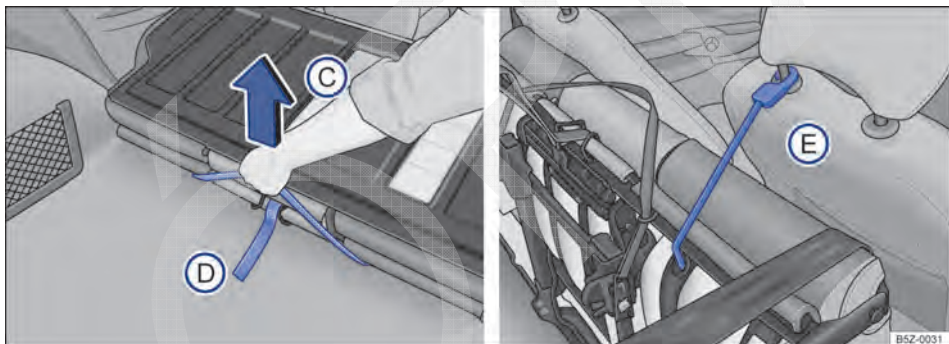

Fig. 78 Banco traseiro: alça para destravamento do conjunto do assoalho (C); cinta elástica vermelha para fixação na haste do apoio para cabeça (D).
- Puxar a alça preta ⇒ Fig. 78 © para destravar o conjunto do assoalho e, ao mesmo tempo, levantar **cuidadosamente** na direção dos bancos dianteiros.
- Localizar a cinta elástica vermelha alojada na parte inferior do assento do banco e, encaixar o gancho dessa cinta na haste do apoio para cabeça do banco do passageiro ⇒ Fig. 78 (E), imobilizando o conjunto.
- Soltar o gancho da cinta elástica vermelha da haste do apoio para cabeça do banco do passageiro ⇒ Fig. 78 (E) e, encaixar debaixo do banco traseiro.
- Puxar a alça vermelha ⇒ Fig. 78 (D) para destravar o encosto e, ao mesmo tempo, recolocar o encosto na posição original.